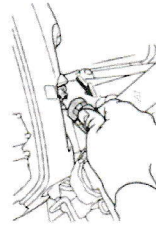

Рис. 19. Последовательность выключения (2)
- 4) Вытащить штуцер подающего топливного шланга из разъема топливного шланга, расположенного в нижней части лодки (См. Рис. 19).